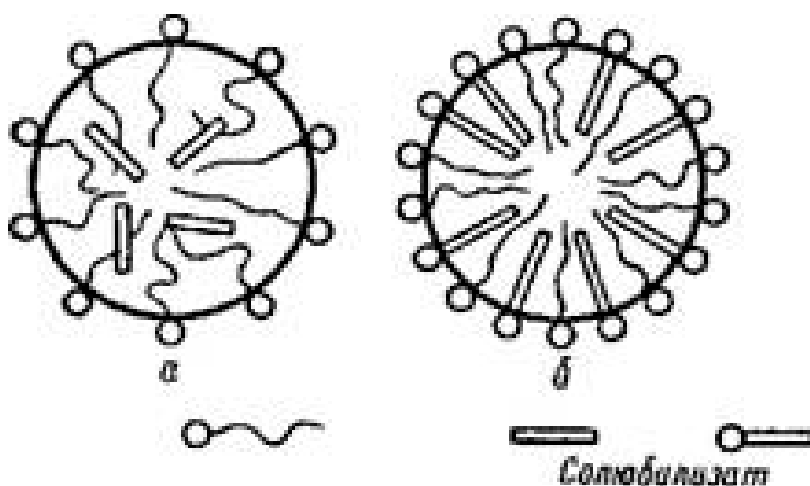

Рис. 19. Солюбилизация коллоидных растворов ПАВ
*Солюбилизация* – это внедрение в мицеллы коллоидных растворов ПАВ мало- или практически нерастворимых в данном растворителе веществ. На рис. 19 показано внедрение двух видов солюбилизата в мицеллы коллоидных растворов ПАВ.